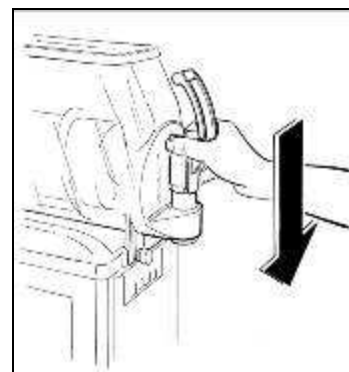

Abb. 27
- Bestreichen Sie den Ausgabehahn dünn mit Vaseline, um den Einbau zu erleichtern, und schieben Sie ihn bis zum Anschlag ein (Abb. 27).